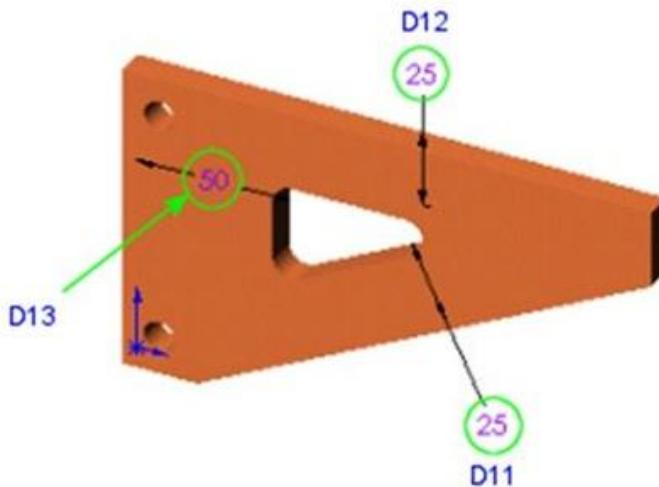

Рис. 4.3. Визначення параметрів
3.4. У графічній області виберіть розмір **D11**, показаний на рис. 4.3.